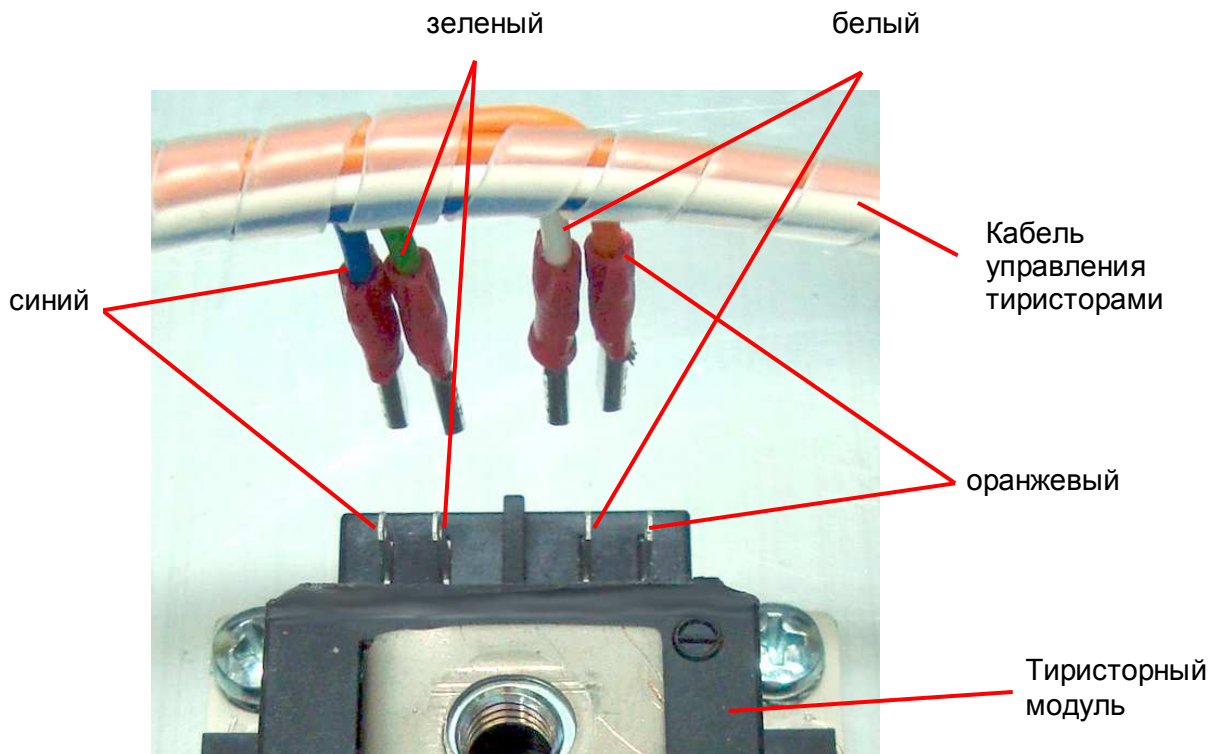

Рис. 7.4
7.1.6. Соблюдая цветовую маркировку проводов, подключить кабель управления тиристорами к клеммам тиристорных модулей (рис. 7.4).